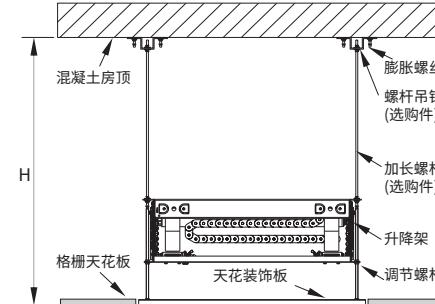

图4 较高天花的安装方式
- B. 如果 $H > H1$ (假设H2调至最长状态) , 则需要通过加长螺杆 (选购件) 来安装, 见图4。